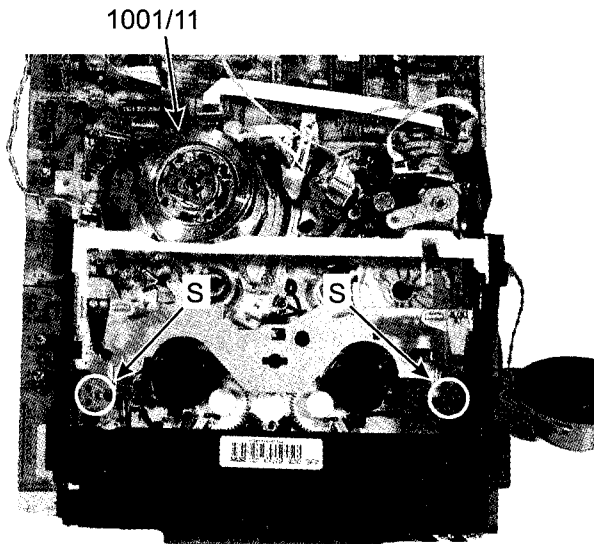

Abbildung 4-9
1. Masseschraube 1001/11 entfernen (siehe Abbildung 4-9).
3. Das Laufwerk hinten leicht anheben um die Steckverbindung zum Capstanmotor zu lösen. Mit einer Spitzzange die 2 Schnapphaken (S) zusammendrücken und das Laufwerk anheben (siehe Abbildung 4-9). Das Laufwerk kann jetzt vom Motherboard getrennt werden.